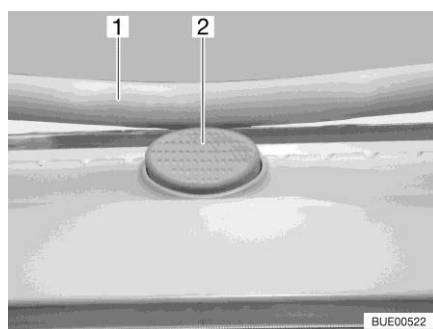

Fig. 111 Bottone di sicurezza (oblò Heki)
- Premere il bottone di sicurezza (Fig. 111,2) e tirare verso il basso la staffa (Fig. 111,1) con entrambe le mani.
- Premere la staffa verso l'alto con ambedue le mani, finché la staffa non poggia al di sopra del bottone di sicurezza (Fig. 111,2).